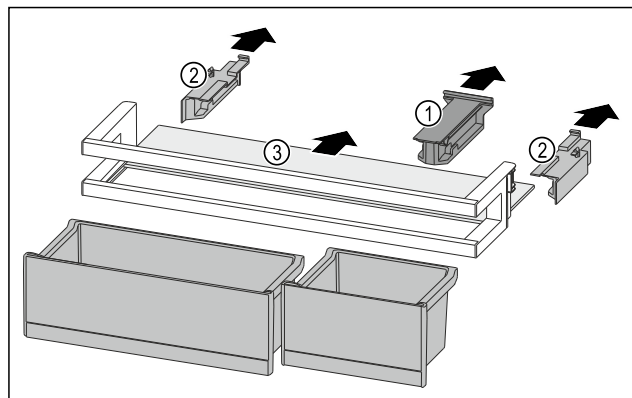

Fig. 152
- ▶ 拉出定位件 Fig. 152 (1)。
- ▶ 拉出侧面部分 Fig. 152 (2)。
- ▶ 取出搁板 Fig. 152 (3)。